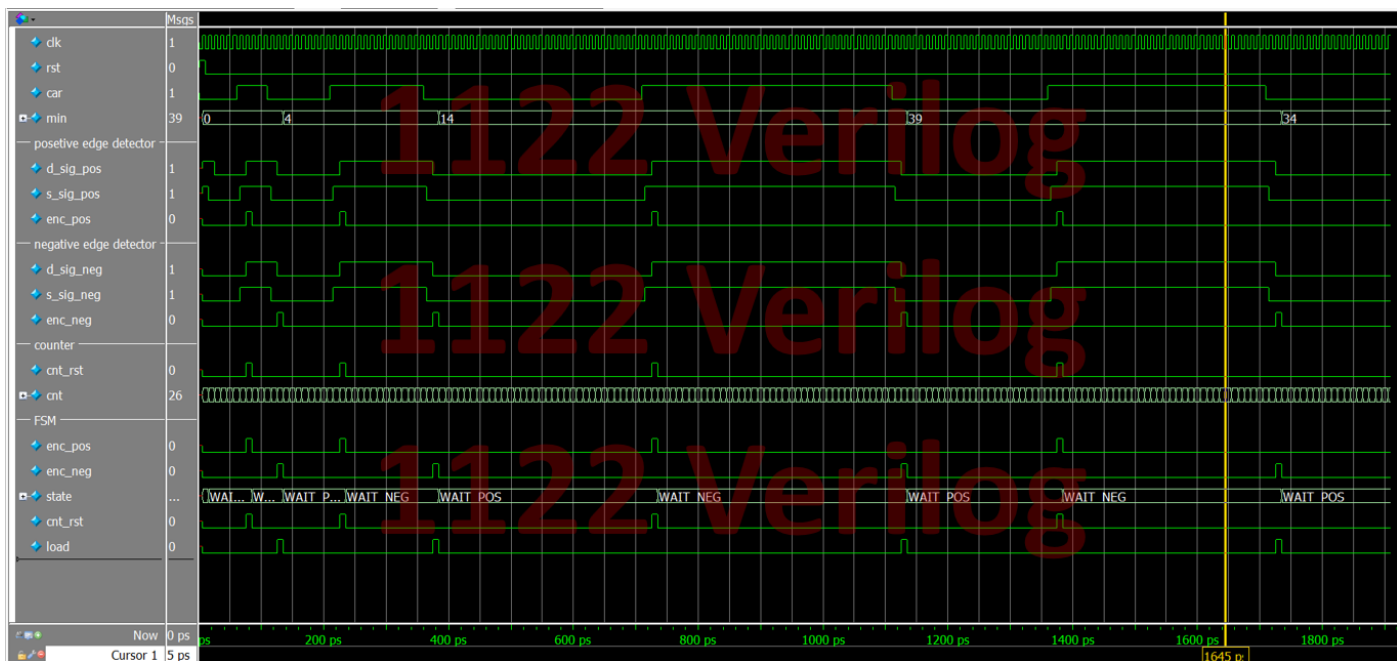

Fig. 2-4 波型圖
6. 依據 testbench 的程式片段撰寫測試程式 (Fig. 2-3)，波型圖如下 (Fig. 2-4)